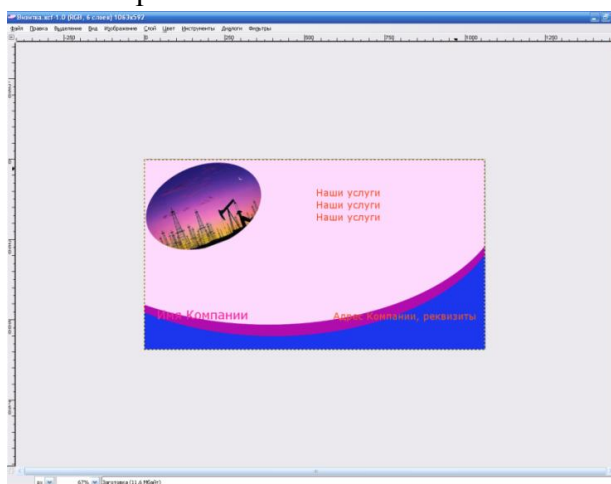

Рис.2
4.12. С помощью инструмента «Текст» добавить надписи на визитку: Имя компании, реквизиты, услуги, т.е. каждая надпись на новом слое, появится три слоя с текстом. Примерная визитка представлена на рис.2.